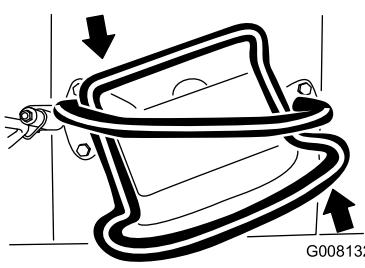

Figure 13
- Pour tourner à gauche, tournez la commande de déplacement dans le sens antihoraire (Figure 13).